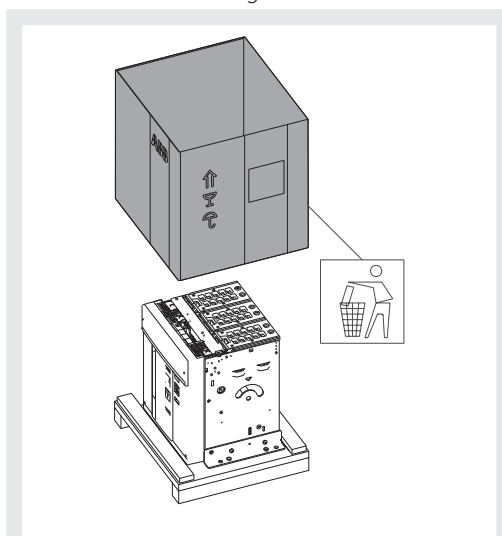

Abbildung 9
3. Die Packung entfernen, indem man sie nach hochzieht. Siehe Abbildung 9.